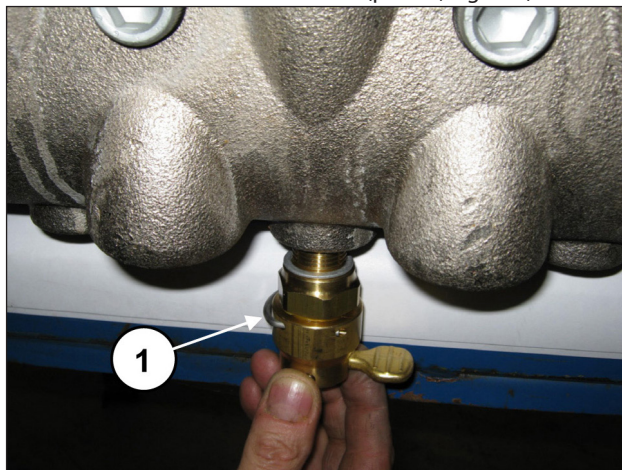
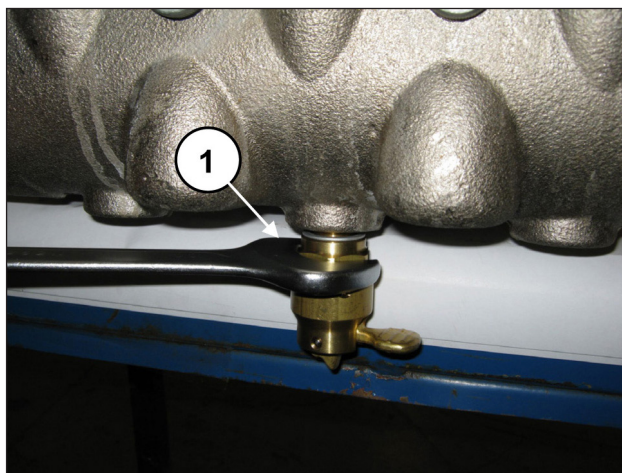

Fig. 137
Fig. 138
Applicare i dispositivi apertura valvole (pos. ①, Fig. 137) ed avvitarli mediante chiave da 30 mm (pos. ①, Fig. 138).